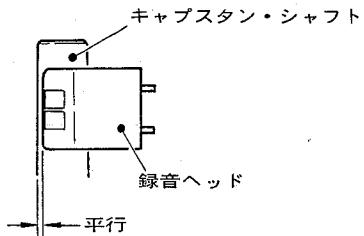

図15 録再ヘッドのあおり調整
- 録音ヘッドは、ヘッド前面とキャブスタン・シャフトとが平行になるよう調整。(図15)